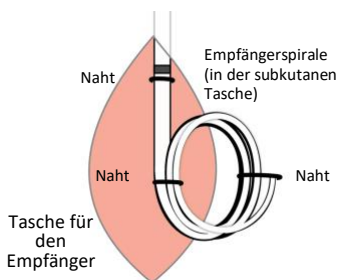

Abbildung 6
4. Verwenden Sie einen nicht resorbierbaren Nahtfaden und legen Sie Kreuzknoten an, um zwei Stellen der Spirale sowie den Markierungsstreifen an der Faszie zu fixieren. Stecken Sie den proximalen Überhang in die Fadenschlinge, um überstehende Kabel zu vermeiden. (Abbildung 6)